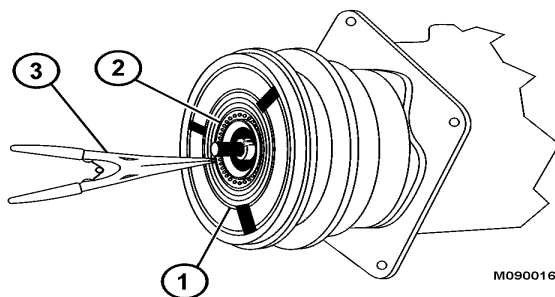

FIGURA 4-22.
- Utilice pinzas del anillo retenedor (3, Figura 4-22), para sacar el anillo retenedor (2) de la polea (1).